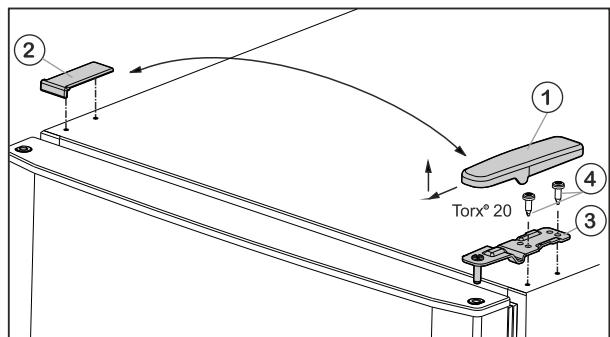

Fig. 5
- ▶ Изтеглете покритието Fig. 5 (1) напред и нагоре.
- ▶ Свалете покритието Fig. 5 (2).
- ▶ Развийте горната лагерна стойка Fig. 5 (3) с (2 x Torx® 20) Fig. 5 (4) и издърпайте нагоре.
- ▶ Поставете горната лагерна опора Fig. 5 (3) върху новата страна на шарнира във вратата.
- ▶ Затегнете горната лагерна опора **здраво** (**с 4 Nm**) (2 x Torx® 20) Fig. 5 (4). Евентуално използвайте акумулаторна отвертка.
- ▶ Поставете капака Fig. 5 (1) от срещуположната страна отвън и го фиксирайте.
- ▶ Поставете капака Fig. 5 (2) също от срещуположната страна отгоре и го фиксирайте.